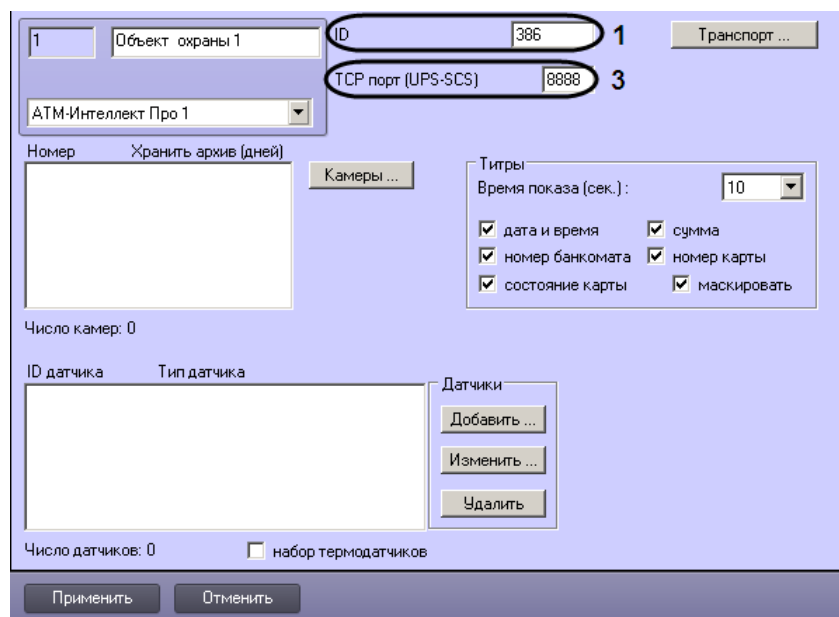

Рис. 13.4—9 Параметры объекта Объект охраны
2. В поле **IP адрес** ввести IP адрес компьютера на котором установлен ПК *Интеллект* и ПК *АТМ-Интеллект Про* (см. Рис. 13.4—8, 2). Если они установлены на управляющем компьютере банкомата, то можно оставить значение по умолчанию (127.0.0.1).